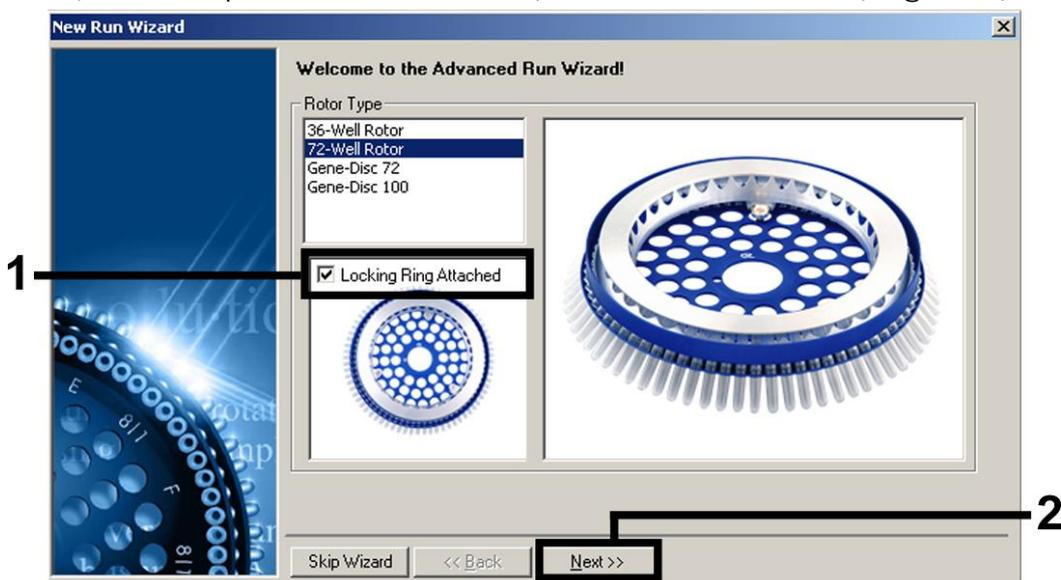

Figura 1. Caixa de diálogo "New Run Wizard" (Assistente de nova corrida).
3. Abrir a caixa de diálogo "New Run Wizard" (Assistente de nova corrida) (figura 1). Marcar a caixa "Locking Ring Attached" (Anel bloqueador conectado) e clicar em "Next" (Seguinte).